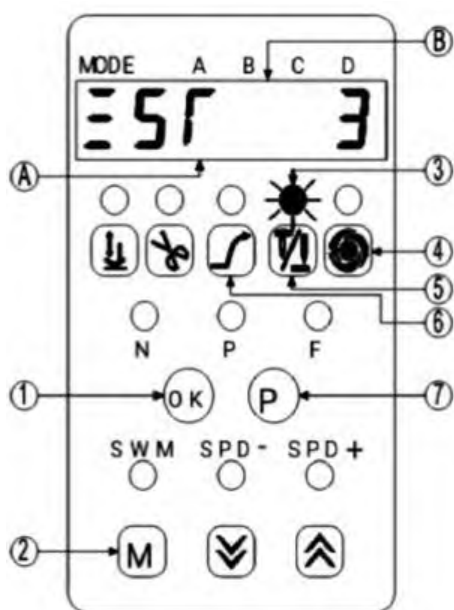

Рис.17 «Меню настройки».
2) Значение угла, отображаемого для справки, будет сохранено нажатием кнопки «ОК» (1), при этом отображаемые цифры дважды мигнут и загорится светодиодный индикатор (3) положения иглы (рис.17).
3) Настройка завершена, и вы можете выйти из меню настройки, нажав клавишу «P» (7).